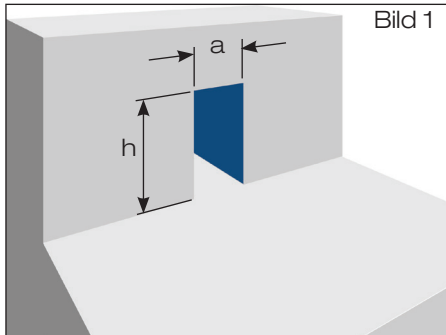

Bild 1
- 1.1 Attikadurchbruch nach Tabelle 1 erstellen (Bild 1).